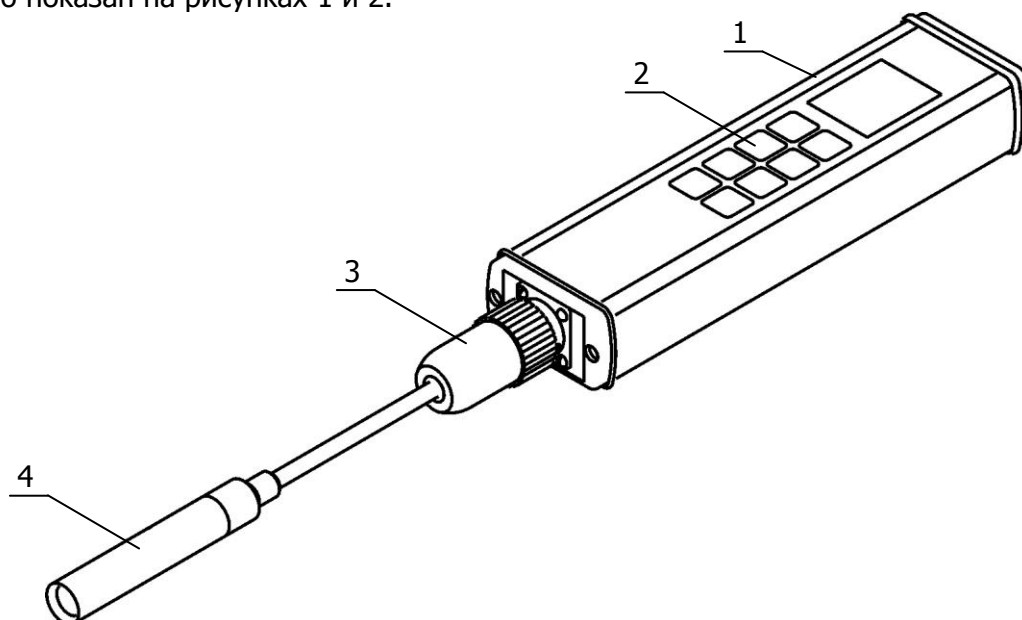

Рисунок 1 — Внешний вид октанометра
2.2.2 Соединить разъем 3 датчика 4 (рисунок 1) с ответной частью разъема на корпусе прибора, предварительно совместив ключи. Зафиксировать датчик, завернув накидную гайку.